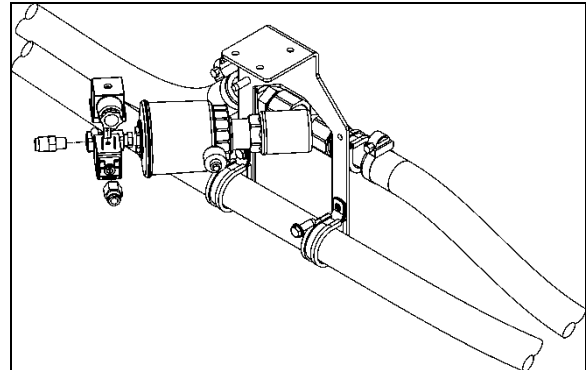

FIGURA 71: ENSAMBLE DE VÁLVULA NEUMÁTICA DE AGUA CALIENTE DE LA UNIDAD DEL CONDUCTOR
El flujo de agua caliente al núcleo del calentador de la unidad del conductor se controla mediante una válvula neumática normalmente abierta (NO). La válvula, ubicada en el techo del compartimento de la rueda de repuesto (Figura 71), está diseñada para que la válvula solenoide piloto, que es parte del ensamble, abra y cierre un puerto que dirige la presión de aire a la carcasa del actuador, abriendo o cerrando la válvula.
2. Ubique la válvula neumática de agua caliente normalmente abierta en el techo del compartimiento de la rueda de repuesto (Figura 71), desconecte su conector de cableado y después conecte una fuente de energía externa de 24 voltios, utilizando cables de puente, para cerrar la válvula.